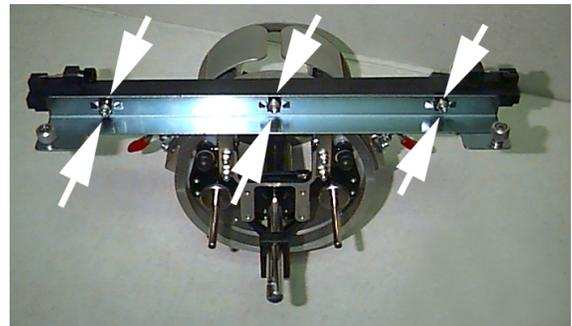
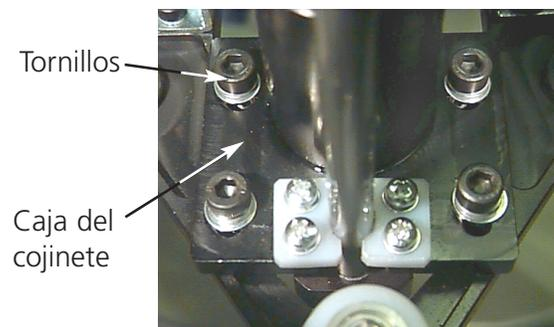

Figura 3-1
Figura 3-2
3. Convergense Vds. de que los 3 tornillos de cabeza hexagonal a lo largo del soporte de interface (vean la Figura 3-1) y los 4 tornillos hexagonales que sostienen la caja del cojinete (Figura 3-2) están ligeramente destornillados.
12. Atornillen Vds. los 3 tornillos de cabeza hexagonal a lo largo de la abrazadera del interface hasta que apenas tocan la abrazadera, usando la llave suministrada de 3 mm, con brazo corto, para tornillos de cabeza hexagonal. La abrazadera del interface tendría que poder moverse todavía en la dirección de arriba abajo. Consulten Vds. la Figura 3-1 para ver las posiciones de los tornillos.